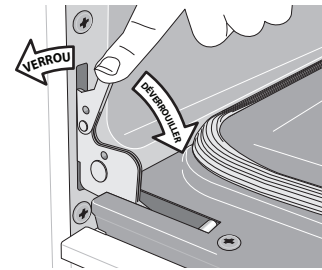

Figure 50 : Verrous des charnières de porte
2. Tirer les verrous des charnières de gauche et de droite complètement vers le bas du cadre de four, vers la porte du four (voir Figure 50). Il peut être nécessaire d'utiliser un tournevis plat.
4. Pousser les verrous de charnière vers le haut et de part et d'autre du cadre de four à la position de verrouillage (voir Figure 50).